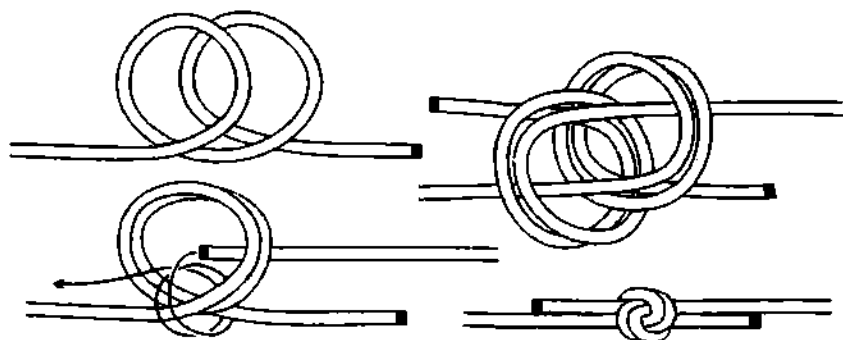

Рис. 764. Калышковый узел.
**Калышковый узел** лучше использовать только для постоянного связывания верёвок одинакового диаметра, так как узел сильно затягивается и развязать его почти невозможно (рис. 764). В этом узле сила трения очень велика, она и не даёт ходовым концам выскользнуть. После того, как узел завязан, его необходимо хорошенько обтянуть, так как он ползёт некоторое время после завязывания. Если вторым концом сделать не два шлага, а 5 и более, то такой узел несколько легче развязать.